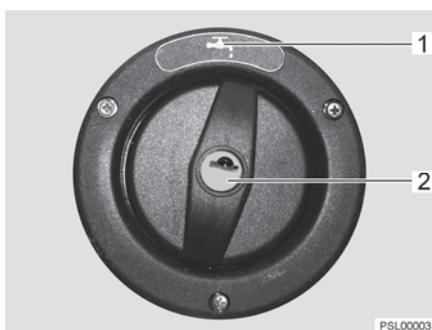

Fig. 126 Tapa de cierre para el tubo de llenado de agua potable
El tubo de llenado de agua potable está identificado con el símbolo  (Fig. 126,1). La tapa de cierre se abre o cierra con la llave para las cerraduras de trampa exteriores.
- Introducir la llave en el cilindro de cierre (Fig. 126,2) y girarla un cuarto de vuelta en sentido contrario a las agujas del reloj.
- Abrir el tubo de llenado de agua potable (Fig. 126).